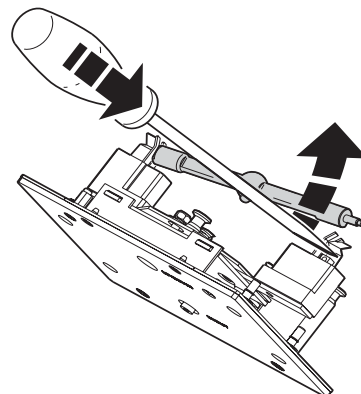

Bild 2: Entfernen des Leuchtmittels
- 3 Lösen Sie die Haltefeder am linken Sockel und kippen Sie das Leuchtmittel nach vorne. Ziehen Sie das andere Ende aus dem Sockel. Verwenden Sie wenn nötig einen Schraubendreher wie in Bild 2 gezeigt.